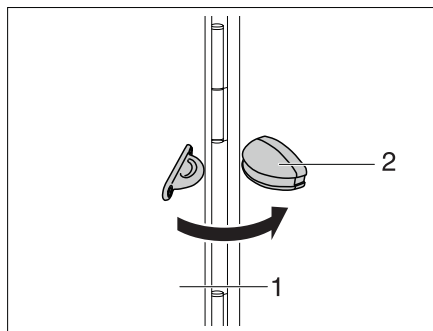

Fig. 53 Dispositif de fixation du portillon extérieur
- Ouvrir le portillon extérieur (Fig. 53,1) et le rabattre contre la paroi du véhicule.
- Presser le portillon extérieur dans le dispositif de fixation (Fig. 53,2).
- Tirer le portillon extérieur (Fig. 53,1) d'une traction puissante hors du dispositif de fixation (Fig. 53,2).